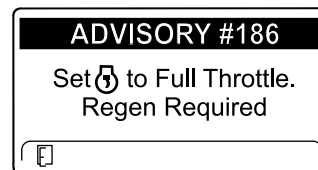

Figure 46
**Remarque:** Si la température d'échappement du moteur est trop basse, l'InfoCenter affiche ADVISORY #186 (avis n° 186) (Figure 46) pour vous informer de régler le régime moteur à pleins gaz.